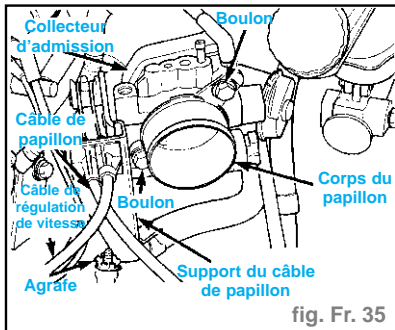

fig. Fr. 35
- Déposer les deux boulons fixant le corps du papillon au collecteur d'admission et l'agrafe fixant le faisceau de câblage au support du câble du papillon. Ensuite, déposer ensemble le corps du papillon et son support, du collecteur d'admission (fig. Fr. 35).
- Poser le corps du papillon et le support du câble de papillon sur le collecteur d'admission. Poser les deux boulons fixant le corps du papillon au collecteur d'admission et serrer les deux boulons au couple de **2,5 daN.m**. Poser l'agrafe fixant le faisceau de câblage au support du câble du papillon (fig. Fr. 35).